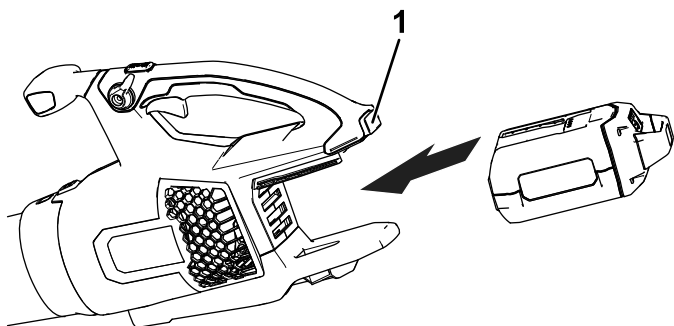

Figure 2
2. Alignez le creux de la batterie sur la languette du corps de la poignée (Figure 2).